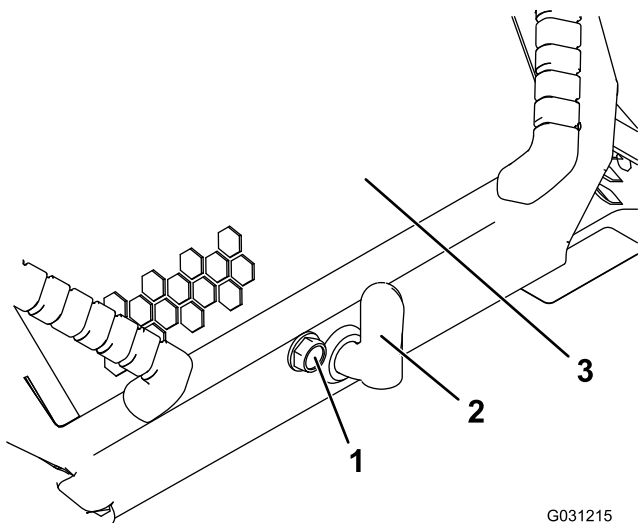

Figure 36
1. Desserrez la vis de verrouillage du capot (Figure 36).
3. Serrez la vis de verrouillage du capot pour fixer le verrou (Figure 36).